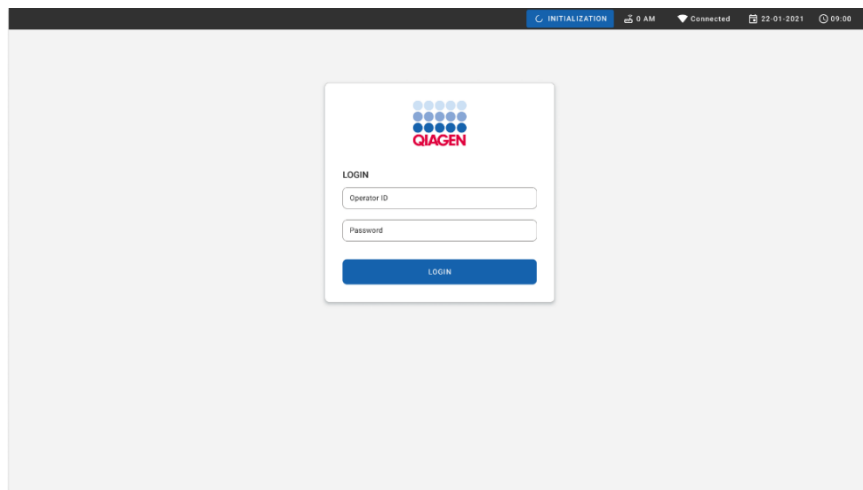

Figure 50. Écran Log-in (Connexion).
3. Connectez-vous au système quand l'écran de connexion apparaît (Figure 50).